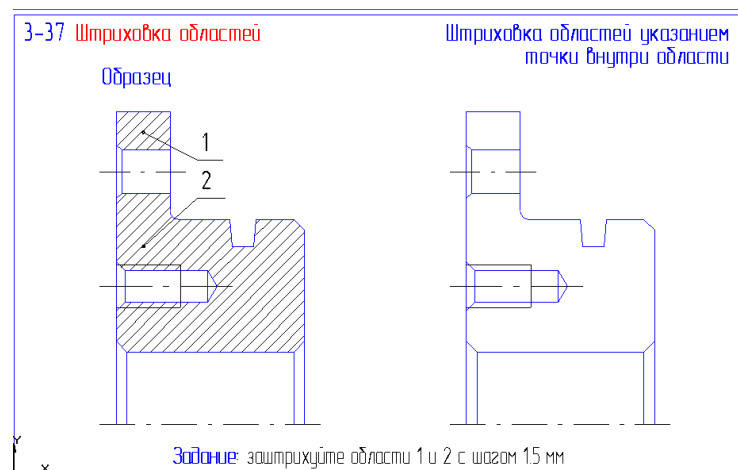

Рис. 43
45. Откройте файл фрагмента 3-37 (рис. 43).